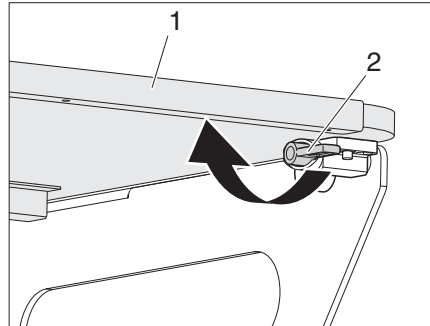

Figura 24 Pestillo de la extensión de cama
- Gire el pestillo (Figura 24,2) a la izquierda y a la derecha de la extensión de cama (Figura 24,1) en 180°.